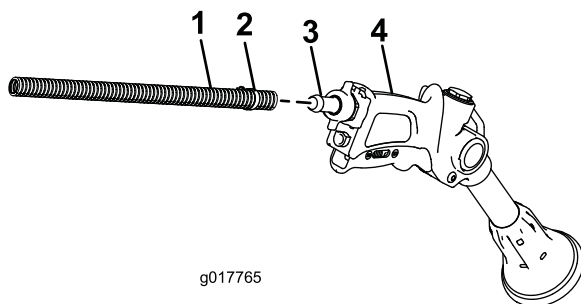

図 15
2. ホース長のもう一端をスプレーガンのフィッティングにつなぐ図 15。